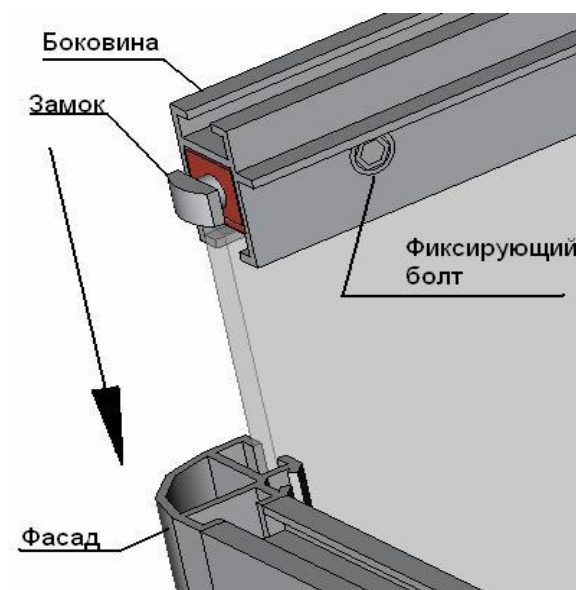

Рисунок 2
- г) элементы экрана зафиксировать с помощью болтов (рисунок 2);